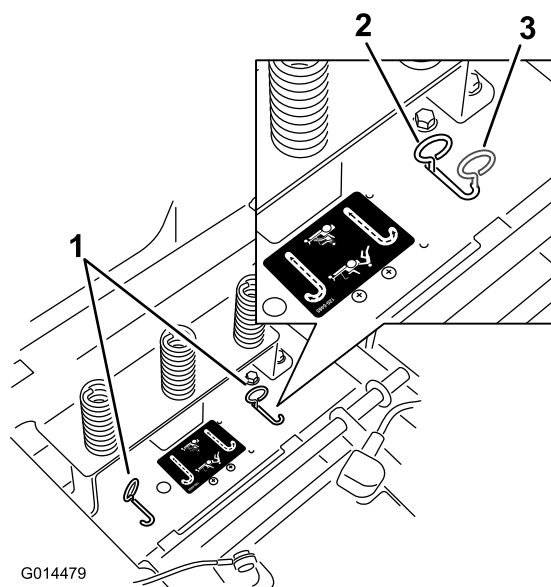

Bild 25
4. Schieben Sie die Sicherheitshebel nach vorne und dann nach außen, um sie zu arretieren, wie in Bild 25 dargestellt, um die Radmotore auszukuppeln. Wiederholen Sie die Schritte für jeden Hebel.
Schieben Sie die Sicherheitshebel nach innen und drücken sie dann zurück in den horizontalen Schlitz (Bild 25), um die Radmotore einzukuppeln.